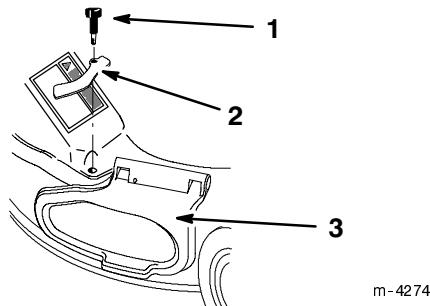

Figure 39
12. Fixer le coin avant droit du conduit d'éjection et le couvercle latéral à l'aide de la bride de blocage déposée précédemment et du bouton à longue tige fourni avec le sac de ramassage (Fig. 39).